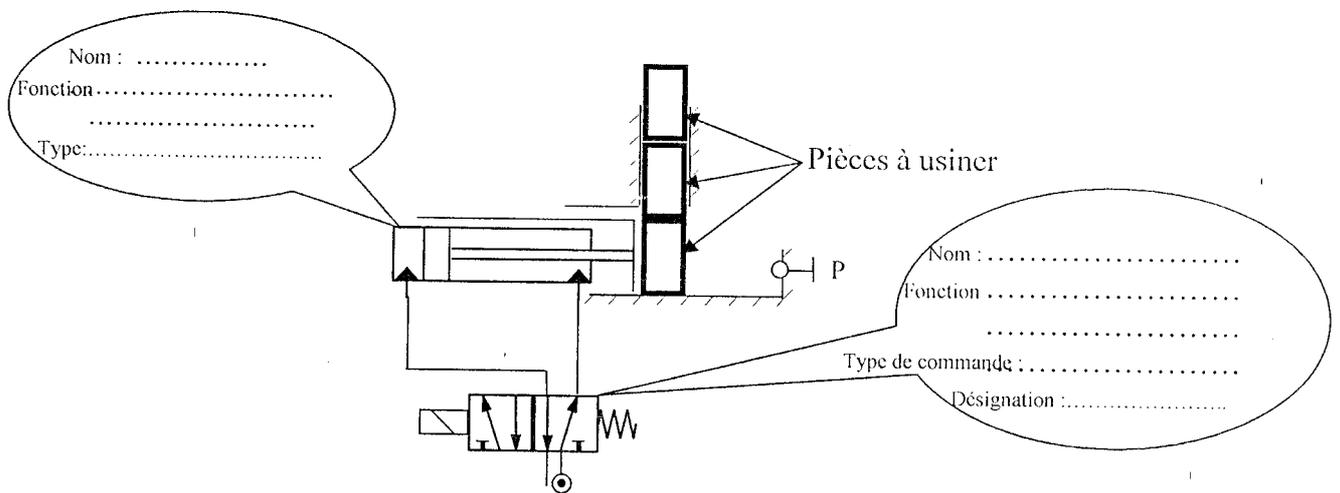

Figure 3 : Système de recharge et serrage des pièces
2.3 Maintenant on désire automatiser l'opération de serrage. Pour cela on utilise le système schématisé par la figure 3 (voir Document réponse DR4 page : 5).